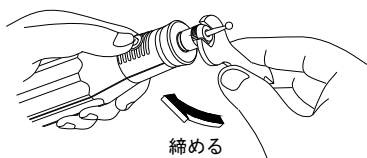

図8
4. ロックボタンを押し込み回転軸を止め、両口スパナを使いチャッキングナットを締め付け、先端ビットのシャフトを固定します。(図8)